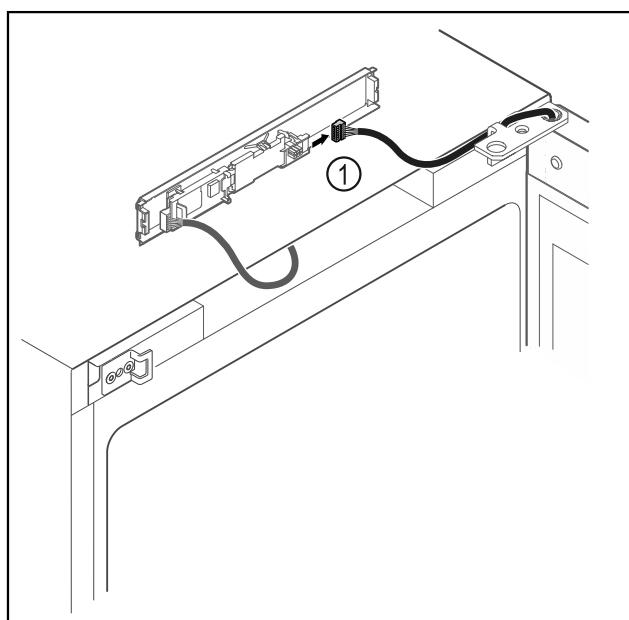

Fig. 16
- Vtič Fig. 16 (1) odstranite s tiskanega vezja.